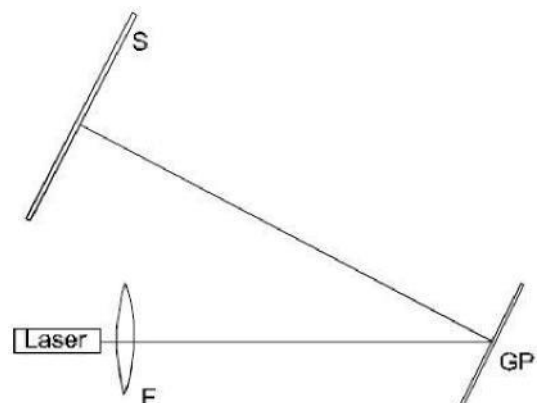

Fig.1 Appareillage expérimental (F = lentille, GP = plaque en verre, S = écran en verre mat)
- Placez le laser (sans lentille) dans l'autre angle du tableau métallique afin que le rayon chemine parallèlement au côté long de ce tableau (voir Fig. 1).